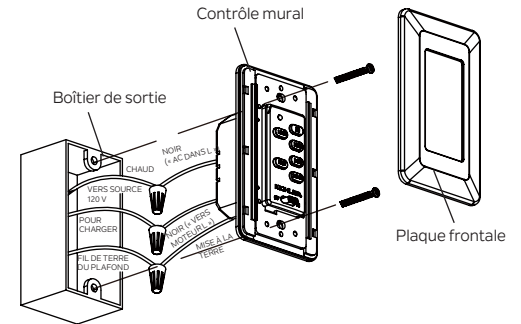

Fig. 16
**Étape 2.** Placez le contrôle mural sur la boîte de sortie, connectez les fils avec les connecteurs de fil fournis. (Fig. 16)